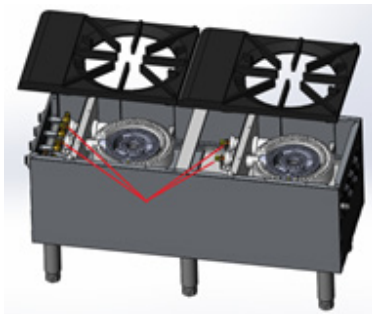

Fig. 5
1. Enlever la grille du dessus. L'injecteur est visible sur l'avant du brûleur (Fig. 5).